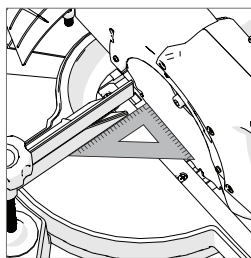

Fig. 19
- S'assurer que la tête de coupe se trouve dans la position de verrouillage inférieure et que la tige de fixation est totalement encliquetée. (cf. Fig. 19).
- Mettre l'équerre sur la table, le côté court sur la table et le côté long sur la lame de scie (pas sur les pointes TCT). **(Fig. 19)**